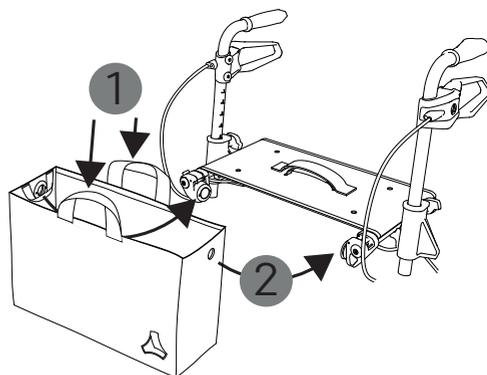

Fig. 11
1. Pour suspendre la sacoche, saisissez-la par les poignées souples fixées dans la longueur (1, Fig. 11). Vous pouvez aussi saisir les deux petites poignées souples à l'intérieur de la sacoche, et les utiliser pour l'accrocher.
3. Maintenez les aimants des côtés de la sacoche à proximité des contrepieces magnétiques fixées sur le rollator, afin qu'ils puissent s'enclencher (2, Fig. 11). Si possible, guidez la sacoche dans les supports magnétiques par le dessous. Vous entendrez distinctement un bruit quand les aimants seront bien enclenchés.